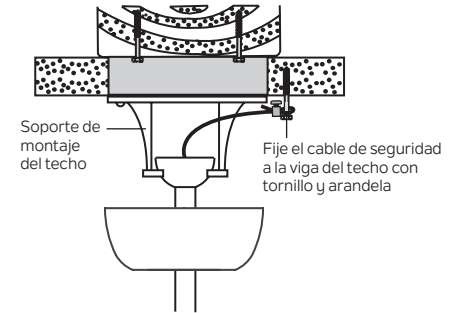

Figura 11
**Paso 1.** Fije el tornillo para madera y las arandelas a la viga del techo junto al soporte de montaje, pero no los apriete. (Figura 11)